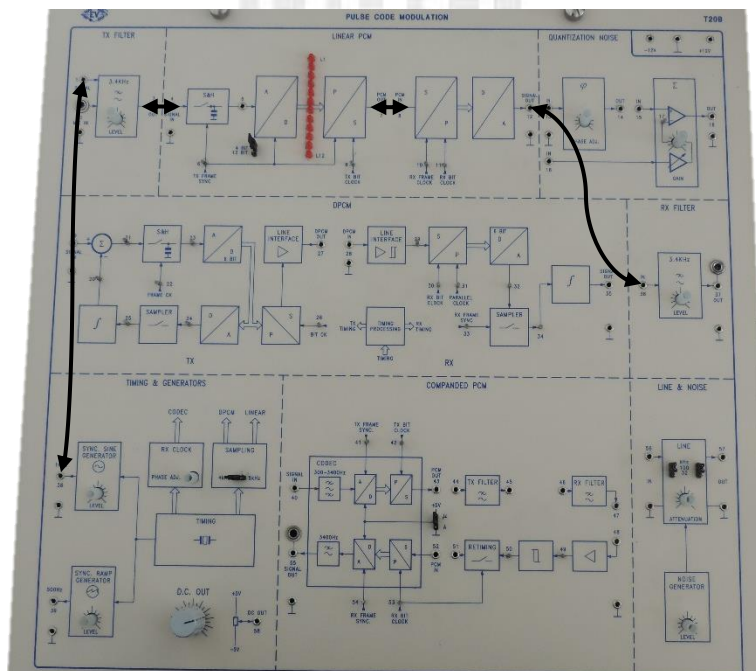

Figura 3.7 Diagrama de conexiones en el módulo T20-B.
4. Conectar el generador de onda senoidal (Sync. Sine Generator) (TP38), localizado en la sección TIMING & GENERATORS a la entrada del filtro de 3.4 KHz (TP1), que se encuentra en la sección TX FILTER. Conectar la salida de este filtro (Out) (TP3) a la entrada del muestreador/retenedor (S/H) (TP4), la salida del codificador PCM (TP7) a la entrada del decodificador (TP8) y la salida de este (TP12) a la entrada del filtro de 3.4 KHz (TP36) de la sección RX FILTER (Figura 3.7).